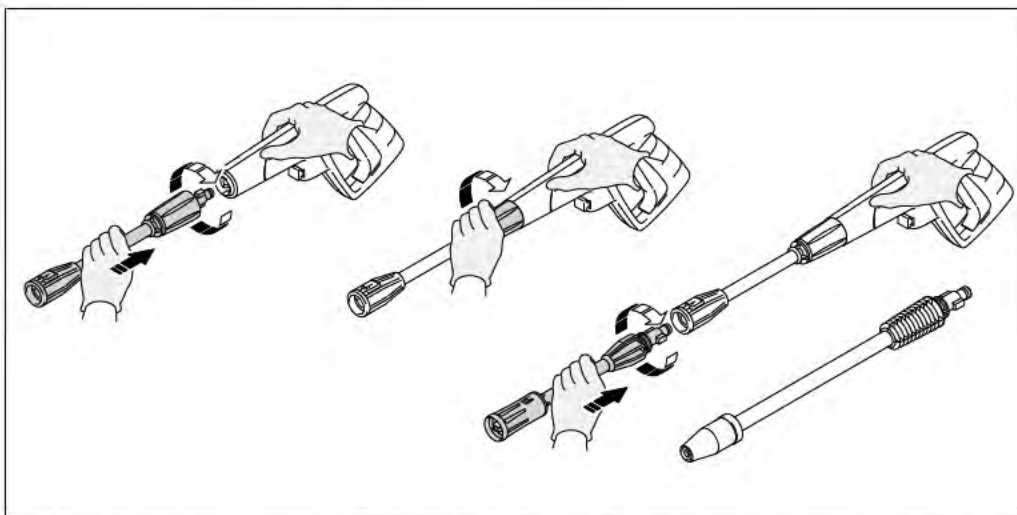

Fig. 8
- Lorsque le pistolet est en position verrouillée, insérez la lance à l'extrémité du pistolet en les poussant ensemble et en tournant simultanément dans le sens des aiguilles d'une montre. Pour les séparer, poussez-les l'un contre l'autre et tournez dans le sens inverse des aiguilles d'une montre. L'extension de lance doit être insérée dans le pistolet avant l'utilisation de tout autre accessoire, et de mettre le support de buse en remisage. Il est recommandé de laisser l'extension en place une fois connectée.. (Fig. 8)